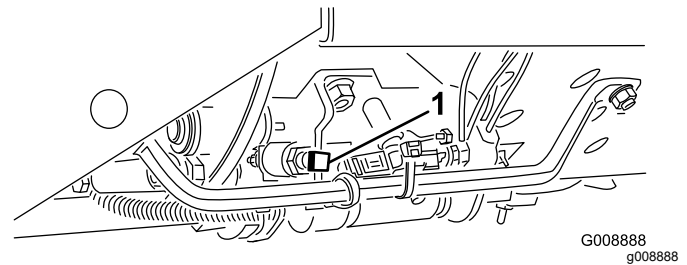

Bild 20
**Wichtig:** Die Mähgeschwindigkeit wird im Werk auf 9,7 km/h eingestellt. Diese Geschwindigkeit können Sie durch das Einstellen der Geschwindigkeits-Anschlagschraube verstellen (Bild 20).